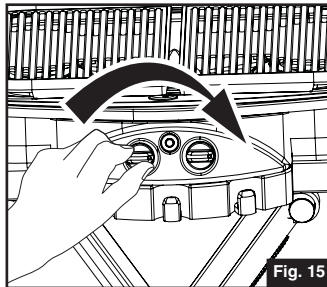

Fig. 15
- Asegúrese que las válvulas estén en la posición de "OFF" (Apagado) antes de conectar el cilindro de propano. (Fig. 15)